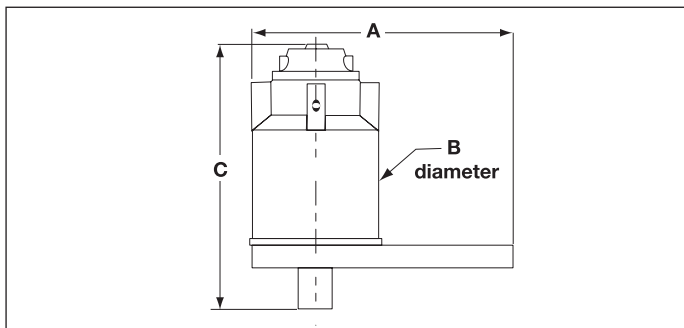

**Figura 1, Cambio della piastra di reazione**
**AVVISO:** Non tenere in mano la barra di reazione o piastra di reazione del moltiplicatore (Figura 1, voce 1), mentre si applica il momento torcente. L'inflessione normale del moltiplicatore potrebbe creare una pizzicatura.
**AVVISO:** Prima di ogni utilizzo, controllare le viti della piastra di reazione/supporto barra per accertarsi che siano strette (Figura 1, voce 2).
**AVVISO:** Prima di ogni utilizzo, ispezionare il perno quadrato di uscita del comando (Figura 1, voce 4) per eventuali segni di affaticamento o rottura del materiale. Sostituire se necessario.
Un quadro di azionamento di uscita a taglio controllato (Figura 1, voce 4) protegge i componenti interni nell'eventualità che la capacità massima di uscita sia superata. Questa caratteristica della protezione contro il sovraccarico determina la rottura dell'azionamento quando l'uscita supera dal 103% al 110% la capacità stabilita di uscita. Al moltiplicatore di coppia è allegato un azionamento di riserva (E391, E392, E393, E492, E493, E494, E495). (Ulteriori azionamenti vanno ordinati al distributore Enerpac).
3. Montare l'inserito di azionamento col quadro femmina adatto sul moltiplicatore di coppia (Figura 1, voce 4). Posizionare l'inserito ed il moltiplicatore di coppia sul fissaggio che deve essere stretto.
1. Togliere le viti (Figura 1, voce 2), che tengono al posto la piastra di reazione (Figura 1, voce 1) sul moltiplicatore di coppia, ed asportare la piastra di reazione dal moltiplicatore di coppia.
5. Rimontare la piastra di reazione sul moltiplicatore di coppia con le viti precedentemente svitate (Figura 1, voce 2).